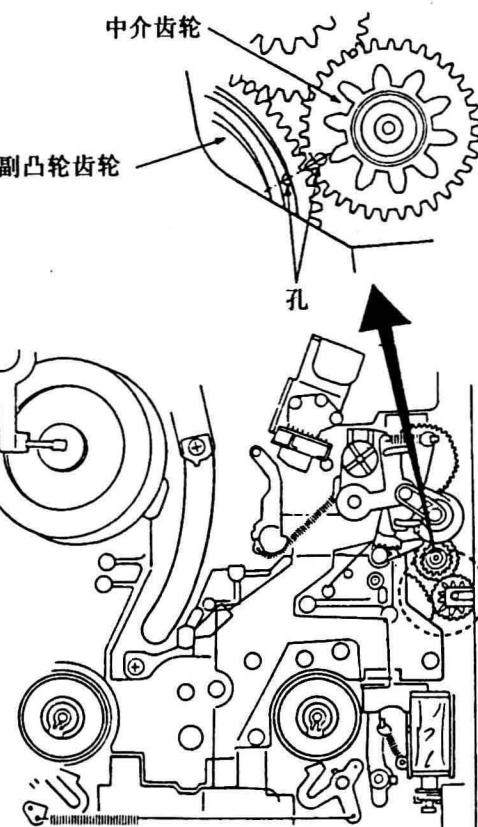

图73
②若位置正确, 则可开始安装, 须注意使中介齿轮上的小孔精确地与副凸轮齿轮上的小孔对准在一条直线上, 如图73所示。
(8) 模式选择开关和P5拉带扇形齿轮的安装方法